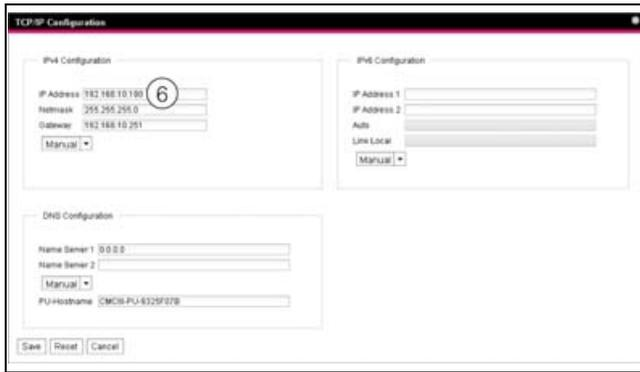

Imagen 56: Adaptación de los ajustes TCP/IP
- Modifique en la ventana **TCP/IP Configuration** en el marco de grupo **IPv4 Configuration** la dirección IP del aparato por una dirección permitida en la red (imagen 56, pos. 6).